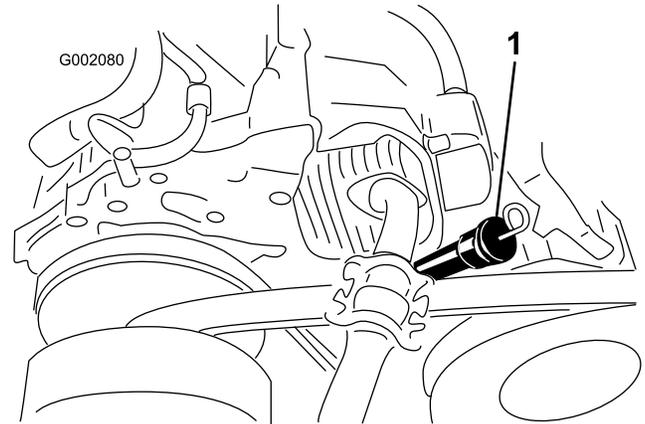
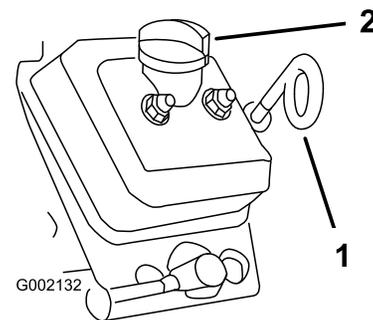

Bild 10
Bild 11
2. Reinigen Sie den Bereich um den Ölpeilstab (Bild 10 für Modellnummer 07266/TC und Bild 11 für Modellnummer 07273/TC), damit kein Schmutz in den Einfüllstutzen fallen und den Motor beschädigen kann.